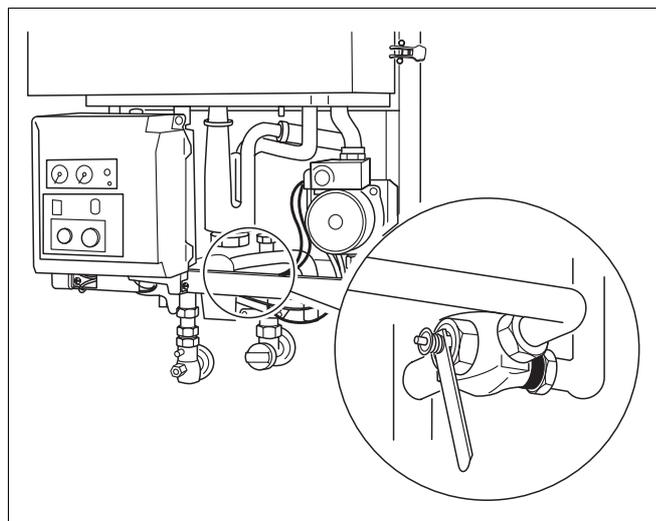

Fig. 86 Logamax plus GB122-24K:
- Svitare la valvola di regolazione con una chiave e inserirne una nuova (fig. 86).